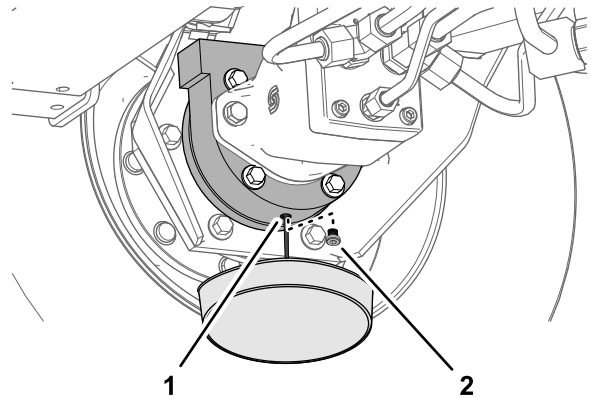

Figura 65
6. Coloque un recipiente debajo del alojamiento del freno, retire el tapón y deje que se drene por completo el aceite (Figura 65).